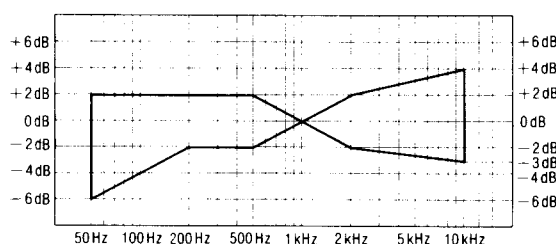

Abb. 7
4. Das in Schritt 2 aufgezeichnete Signal wiedergeben und prüfen, ob der Pegel jeder Ausgangsfrequenz im Bereich liegt, der in Abb. 7 im Vergleich zur Referenzfrequenz (1 kHz) gezeigt wird.